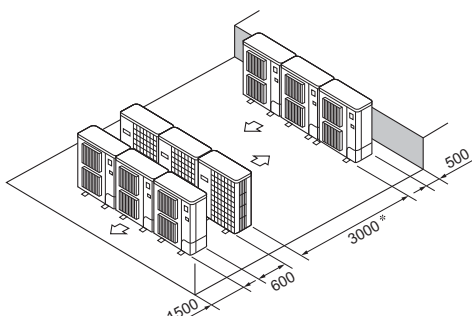

Fig. 3-16
- ⑥ Disposition pour plusieurs appareils parallèles (Fig. 3-16)